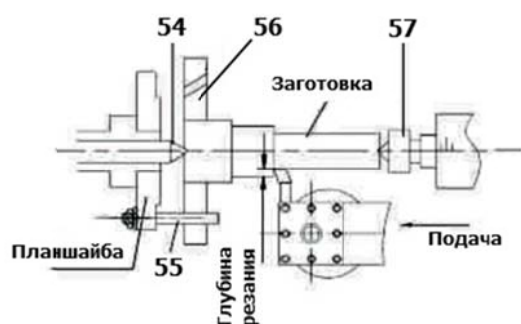

Рисунок 22
10.3 Обработка в центрах (рисунок 22)
Для обработки в центрах снимите патрон со шпинделя. Вставьте центр МТ-3 (60°) 54 (рисунок 22) в конус шпинделя, а центр МТ-2 (60°) 57 (рисунок 22) вставьте в пиноль задней бабки. Установите заготовку с закрепленным на ней ведущим хомутиком 56 (рисунок 22) в центра. Ведущий хомутник приводит во вращение заготовку от фланца шпинделя (соединение планшайбы и ведущего хомутика
поводком 55 (рисунок 22)). Схема наладки для обработки заготовки продольной подачей в центрах приведена на рисунке 20.